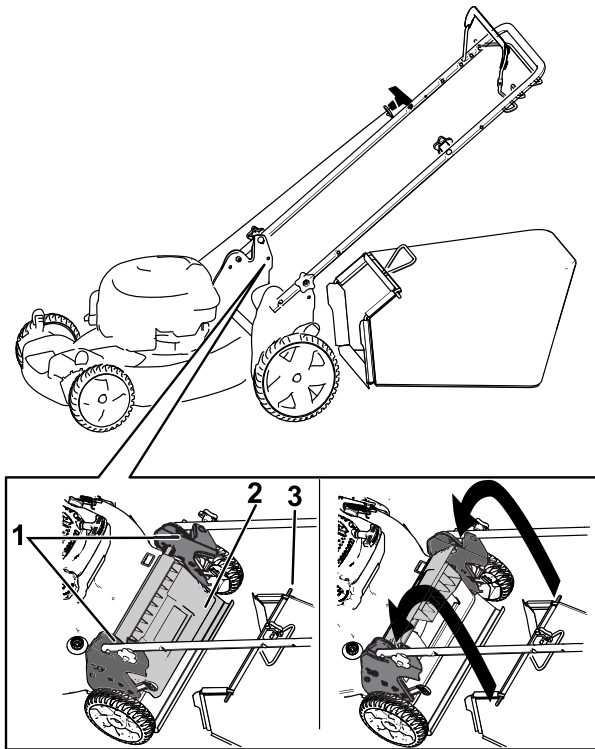

Bild 20
1. Heben Sie die hintere Klappe an und halten Sie sie hoch (Bild 20).
- Setzen Sie den Grasfangkorb ein, stellen Sie sicher, dass die Stifte am Fangkorb in den Kerben am Griff sind (Bild 20).